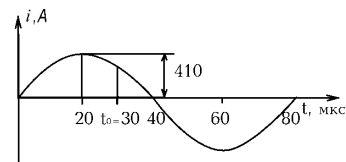

рис. 4
8. Записати миттєве значення змінного струму у час $t_0 = 30$ мкс (рис. 4). Чому дорівнює величина струму у цей момент? (4 оч.)